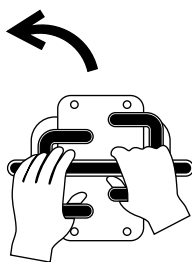

Figure 13
- Pour tourner à gauche, poussez la commande de déplacement droite en avant (Figure 13).